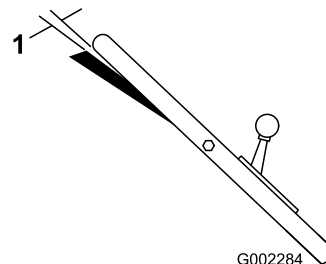

**Figure 25**
Si la tondeuse ne se propulse pas automatiquement ou a tendance à avancer quand la barre de commande de la lame est à **plus** de 38 mm (1,5 po.) du guidon, réglez le bouton de réglage de la transmission à l'arrière du boîtier d'engrenages (Figure 25).
2. Tournez le bouton de commande de 1/2 tour dans le sens horaire si la tondeuse ne se propulse pas automatiquement. Si la tondeuse a tendance à avancer, tournez le bouton de 1/2 tour dans le sens antihoraire pour détendre la courroie (Figure 25).